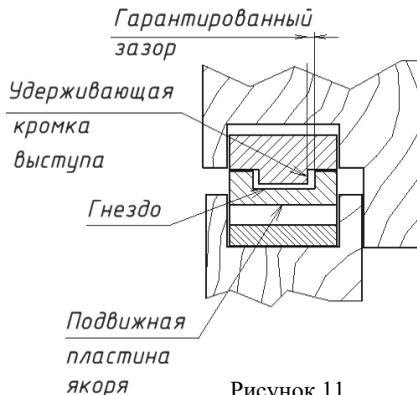

Рисунок 11
**6.9 В закрытом положении двери между удерживающей кромкой выступа и гнездом должен сохраняться гарантированный ЗАЗОР.** При этом зазор не должен уменьшаться из-за влияния уплотнения двери, деформации дверного полотна, неточной навески петель и других факторов, создающих «отдачу» двери при закрывании (рисунок 11).